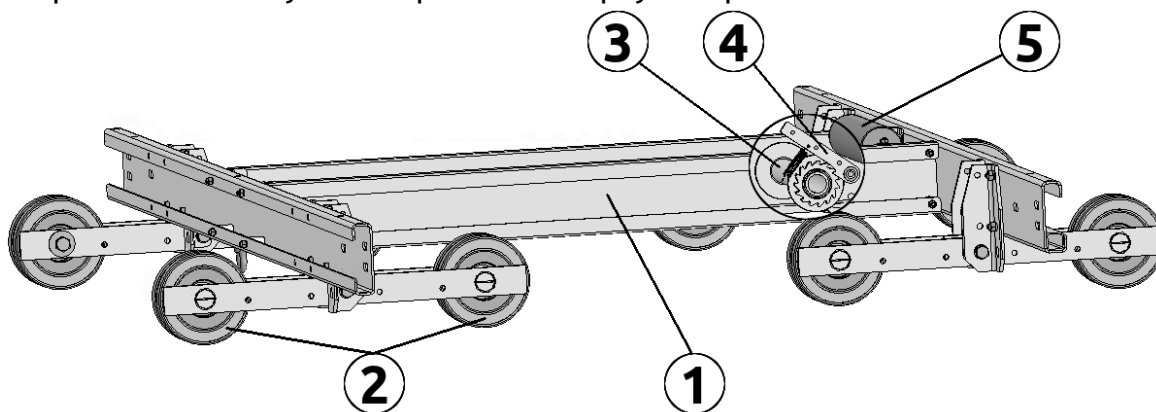

Рисунок 3.13
Составные бункеры (два для каждой батареи) крепятся к мобильной тележке (рис. 3.13). Тележка представляет собой стальную раму (1), установленную на пластиковые колеса (2), которые катятся по уголкам-рельсам вверху батареи.